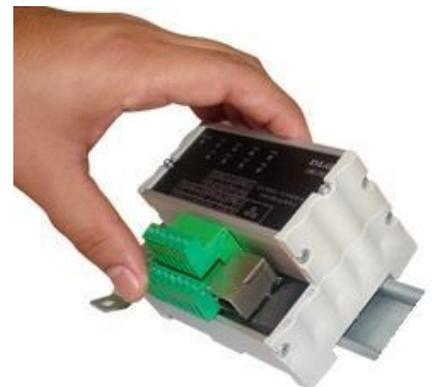

Figura 9
2. Logo após, pressionar a parte inferior do LME-210 até ouvir um clique (Figura 9). Para remoção do LME-210, basta aplicar a força contrária à fixação, ou seja, forçar o do LME-210 para cima e puxar para fora.